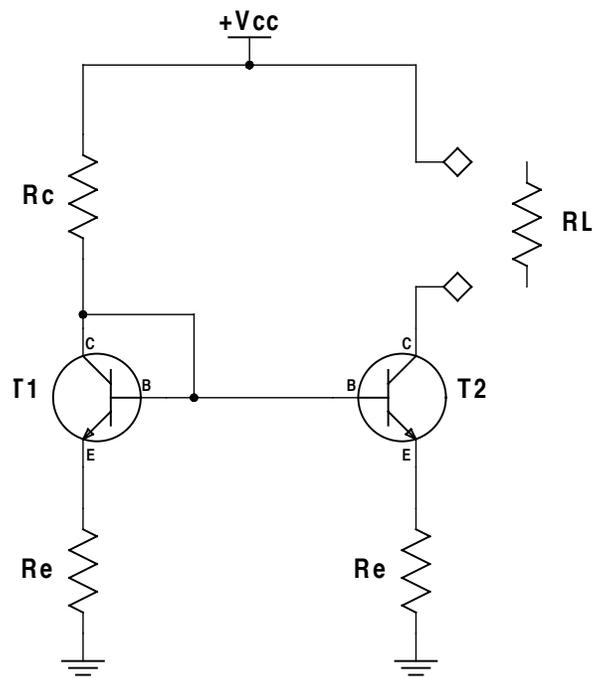

Figura 14: Configuración de fuente de corriente tipo *espejo de corriente*.
9. Repita todo el procedimiento pero ahora empleando el circuito mostrado en la Figura 14